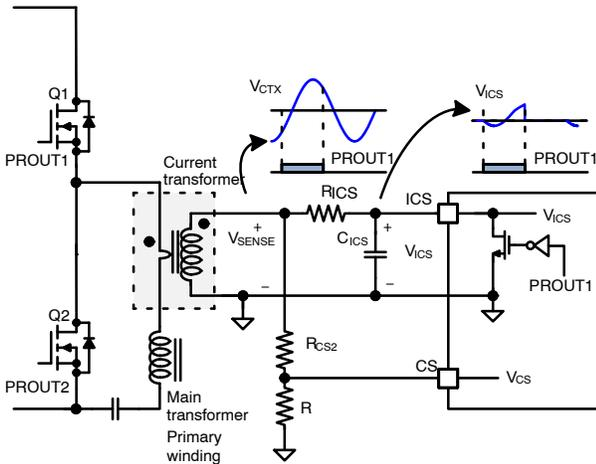
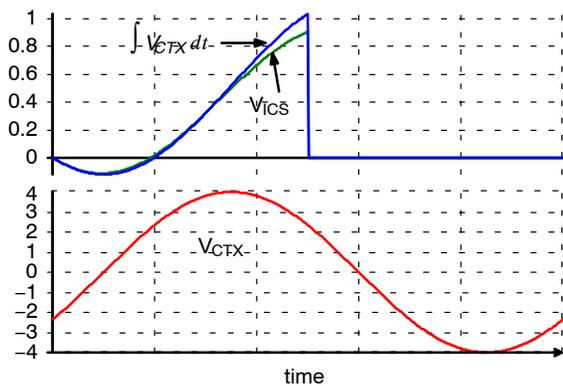
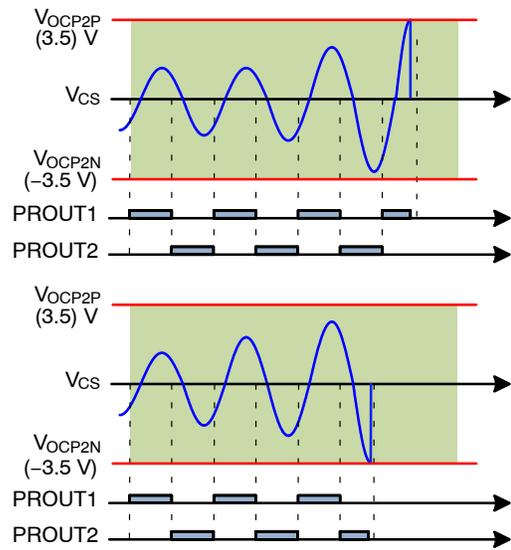

图 61. FAN7688 的电流感测
图 62. 通过 VSENSE 生成积分信号 (VICS)
图 66. CS 引脚的过流保护
FAN7688 可检测瞬时开关电流和开关电流的积分，如图 61 所示。由于 FAN7688 位于次级端，因此通常使用电流互感器检测初级端电流。如果 PROUT1 低，ICS 引脚将通过内部复位 MOSFET 箝位在 0 V。反之，如果 PROUT1 高，ICS 引脚将不会被箝位，且积分电容 (CICS) 将根据感测电阻电压 (VSENSE) 和 ICS 引脚电压之间的压差进行充放电。在正常运行期间，由于功率限制阈值为 1.2 V，因此 ICS 引脚的电压小于 1.2 V。电流感测电阻和电流互感器匝数比的设计应满足在满载条件下，电流感测电阻上的电压 (VSENSE) 大于 4 V。因此，充电和放电电流 ICICS 应几乎与电流感测电阻上的电压 (VSENSE) 成比例关系。图 62 比较了 VSENSE 的幅度为 4 V 时 VICS 信号与理想的积分信号。由图可知，VICS 信号与理想的积分信号之间存在大约 10% 误差，对于大多数设计来说这是可以接受的。如果需要更高精度的 VICS，则应增加 VSENSE 的幅度。
6. 过流保护 (OCP2)：当  $V_{CS}$  大于 3.5 V 或小于 -3.5 V 时，将触发过流保护 (OCP)。CS 引脚上感测到初级端瞬时电流。由于 CS 引脚上的 OCP 阈值为 3.5 V 和 -3.5 V (如图 66 所示)，因此通常通过使用分压器从  $V_{SENSE}$  获得 CS 信号，如图 61 所示。OCP 触发有 150 ns 的去抖动时间。